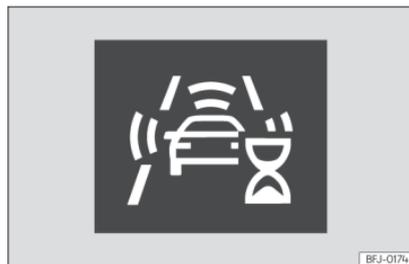

Fig. 153 Sur l'écran du combiné d'instruments : indication de l'auto-calibrage initial du système.
- Dans les premiers instants après avoir mis le contact et pris la route, à cause du calibrage automatique du système. Pendant cette période, une icône d'état s'affiche >>> **fig. 153**.